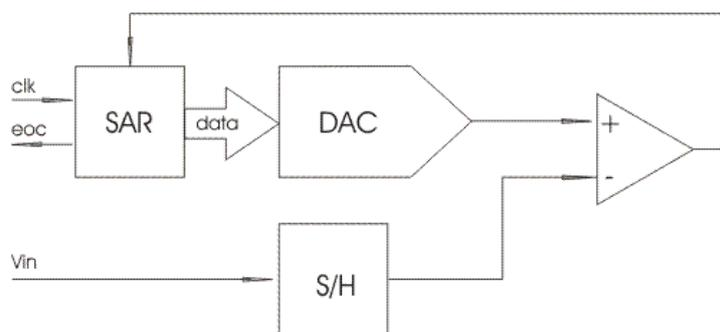

Рис. 2. Структурная схема АЦП последовательного приближения.
1. Компаратор. Он сравнивает входную величину и текущее значение «весового» напряжения (на рис. 2. обозначен треугольником).